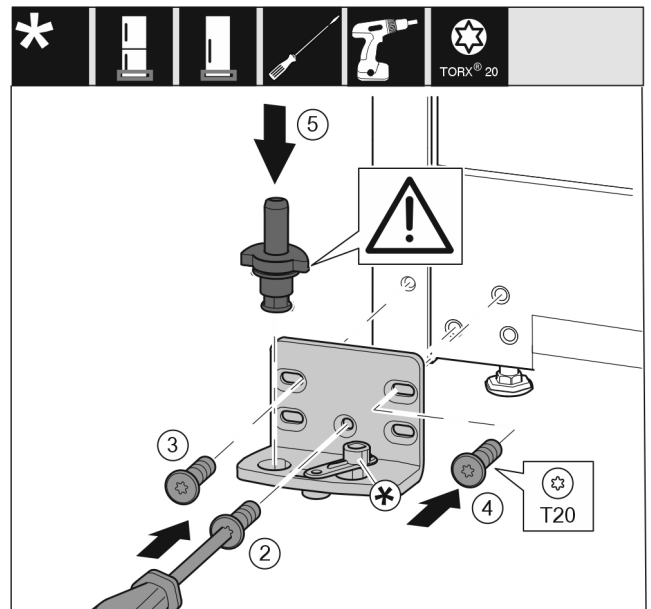

Fig. 16
- ▶ Lagerboks aan de andere zijde plaatsen en met behulp van een schroevendraaier er in schroeven. Met schroef Fig. 16 (2) onder in het midden beginnen.
- ▶ Schroef Fig. 16 (3) en schroef Fig. 16 (4) vastschroeven.
- ▶ Lagerbouten Fig. 16 (5) volledig insteken. Let hierbij op dat het vergrendelingslipje naar achteren wijst.